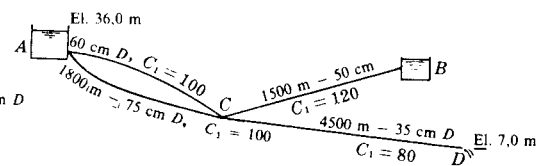

Fig. 8-22
43. El caudal total que sale de A, véase Fig. 8-22, es de 380 l/seg y el caudal que llega a B es de 295 l/seg. Determinar (a) la elevación de B y (b) la longitud de la tubería de 60 cm. Sol. 26,5 m, 7700 m